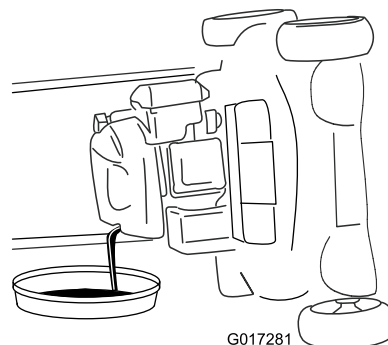

Рисунок 33
- Для слива отработанного масла через маслозаливную горловину переверните машину набок (чтобы воздушный фильтр был сверху) (Рисунок 33).